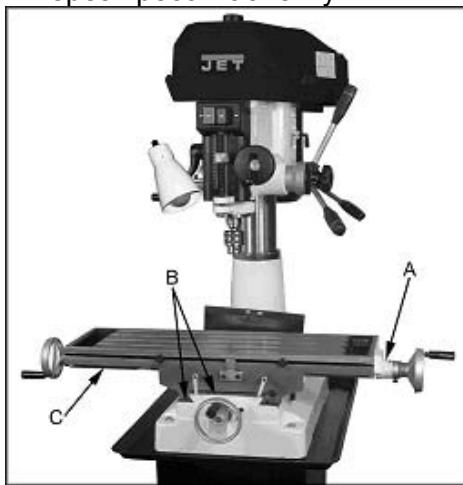

Рис.13
- Винт перемещения ось X (С, Рис. 13)
Смазать через пресс-масленку (А, Рис. 13)
Смазать по всей длине (В, С, Рис. 13).